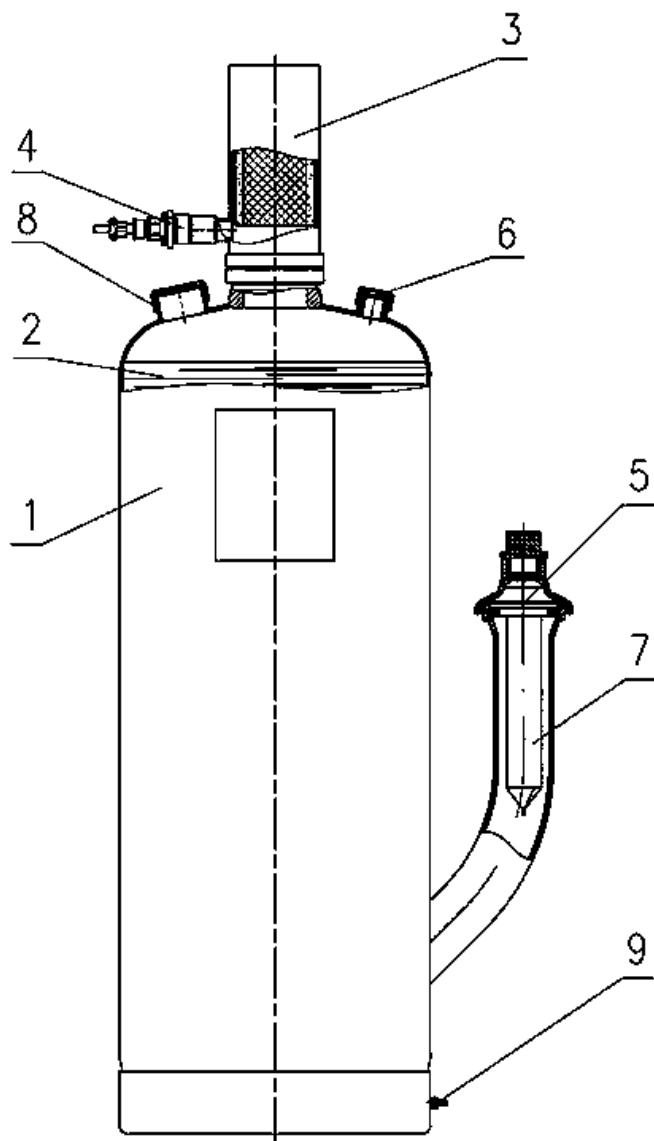

Рис.2. Устройство модуля пожаротушения тонкораспылённой водой «Буран 50TPB».
4.1. Модуль после сборки (рис. 2) представляет собой герметичную конструкцию, состоящую из стального корпуса 1, заполненного огнетушащим веществом 2, газогенератора 3, электровоспламенителя 4, разрывной мембранны 5, предохранительной мембранны 6. В направляющей горловине модуля установлен сетчатый фильтр 7. На верхней части корпуса имеется заливная горловина 8, на нижней - узел заземления 9.
В период эксплуатации модуля доливка ОТВ в модуль выполняется через заливную горловину (Рис.2). Для этого необходимо Открутить крышку заливной горловины, снять паронитовую прокладку, долить ОТВ через воронку, проконтролировать уровень ОТВ в соответствии с п. 7.3. Уложить паронитовую прокладку на заливную горловину, закрутить крышку. Опломбировать соединение «крышка-корпус модуля»